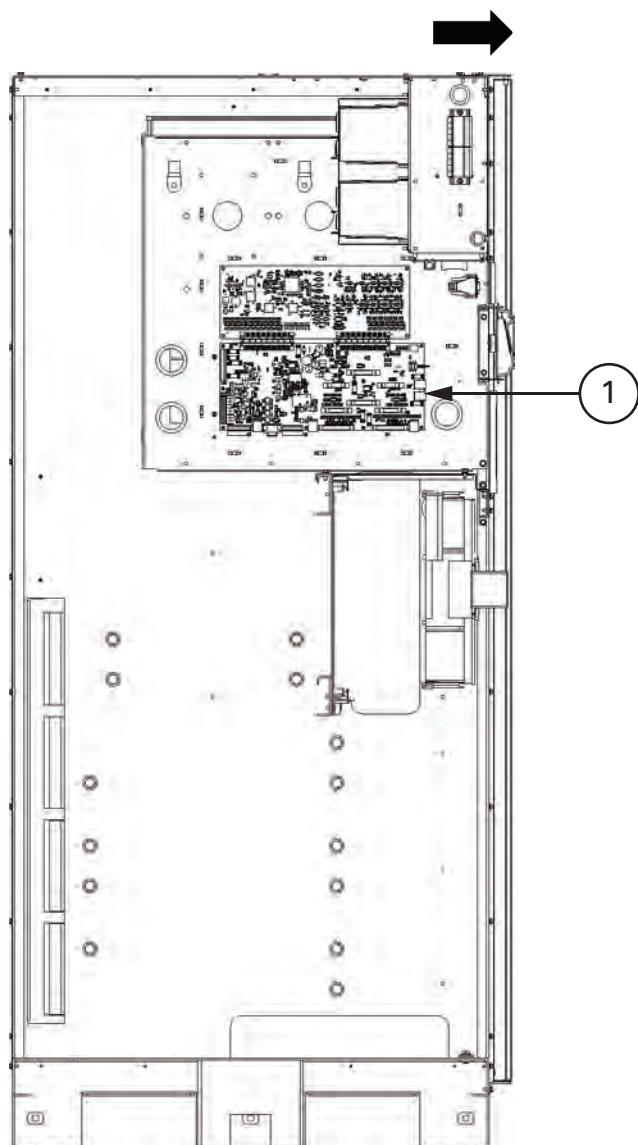
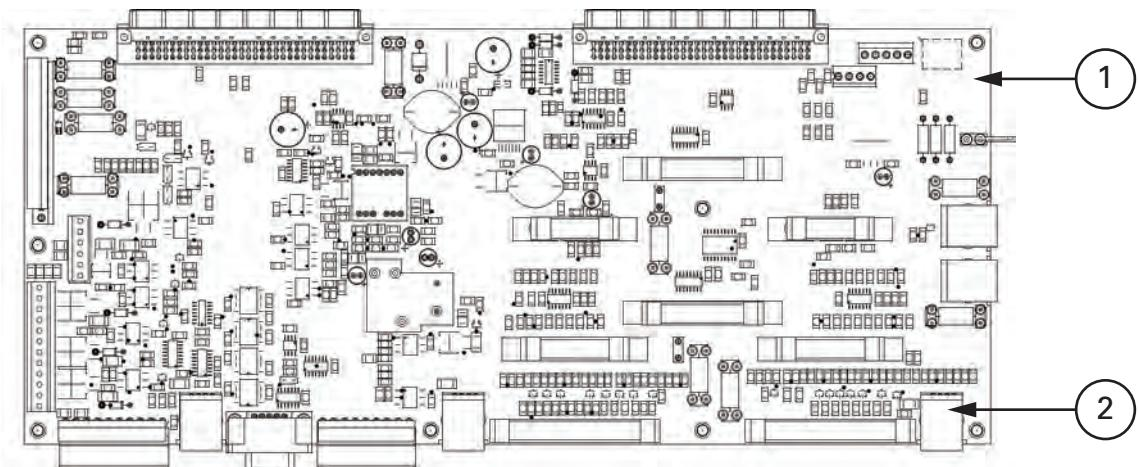

Рис. 4-11. Расположение интерфейсной платы PI1
Рис. 4-12. Расположение J39 на интерфейсной плате PI1
21. В секции ISBM найдите на интерфейсной плате P11 инверторный разъем J39 CAN и подключите кабельный разъем RJ45 CAN к разъему J39 (см. Рис. 4-11 и Figure 4-12 on page 50).